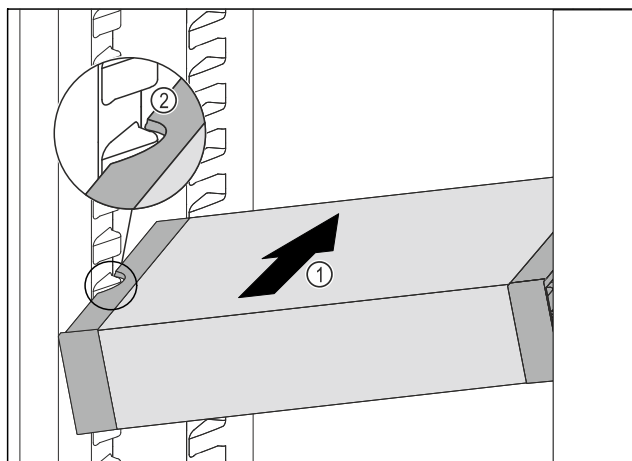

Fig. 126
- Zasuňte VarioSafe do chladničky pod úhlem tak Fig. 126 (1), aby vybrání na bocích Fig. 126 (2) VarioSafe byla na úrovni žebrování na nádoby v chladničce.